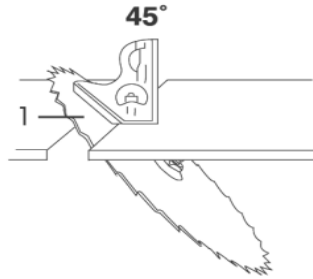

Fig. 11 – Ajuste del ángulo
- 4 - Con el auxilio de una escuadra de 45°, ajuste la lámina de sierra con relación a la base, conforme muestra la fig. 11;